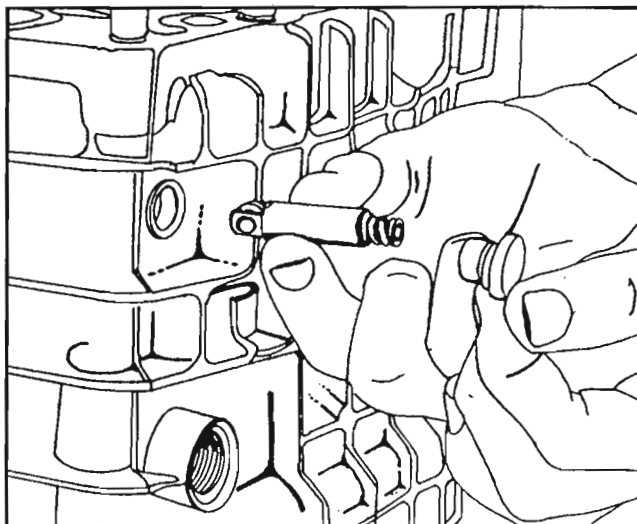

Fig. 108
Asegúrese del libre movimiento del rodillo del fijador (89). Coloque cuidadosamente el fijador en un agujero de la parte delantera de la carcasa, guardando la posición horizontal del rodillo y asegúrese de que está correctamente colocado encima de la muesca de la varilla selectora. *Fig. 108*